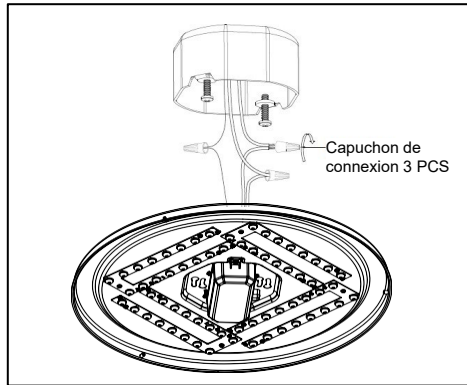

Figure 8
2. Une fois l'alimentation coupée, maintenir fermement du boîtier du luminaire (2) et brancher le fil de terre en cuivre du luminaire au fil de cuivre nu du boîtier de raccordement à l'aide d'un capuchon de connexion (5) (si le câblage de votre boîtier ne comprend pas de fil de terre, consulter votre code électrique local pour connaître la méthode de mise à la terre approuvée). (Voir la figure 8)
3. Utiliser les capuchons de connexion (5) pour raccorder le câble noir du luminaire au câble d'alimentation noir et le câble blanc du luminaire au câble d'alimentation blanc. (Voir la figure 8)
4. Tenir d'une main le boîtier (2) et de l'autre main positionner les câbles dans le boîtier de raccordement. (Voir la figure 8)